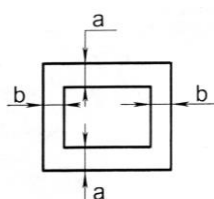

Рис. 5.7
5.13. Сторінка книги має площу S (рис.5.7). За технічними умовами ширина полів зверху та знизу має бути a , зліва і справа – b . Якими повинні бути розміри сторінки, щоб площа сторінки, яку займає текст, була найбільшою?